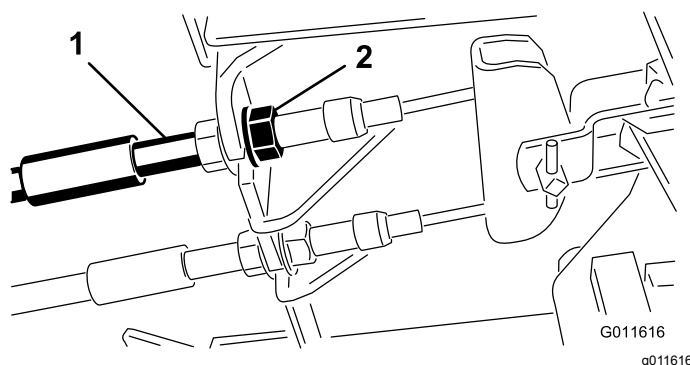

Figura 46
1. Per ridurre il gioco dei pedali del freno, stringete i freni allentando il dado anteriore sull'estremità filettata del cavo del freno (Figura 46).